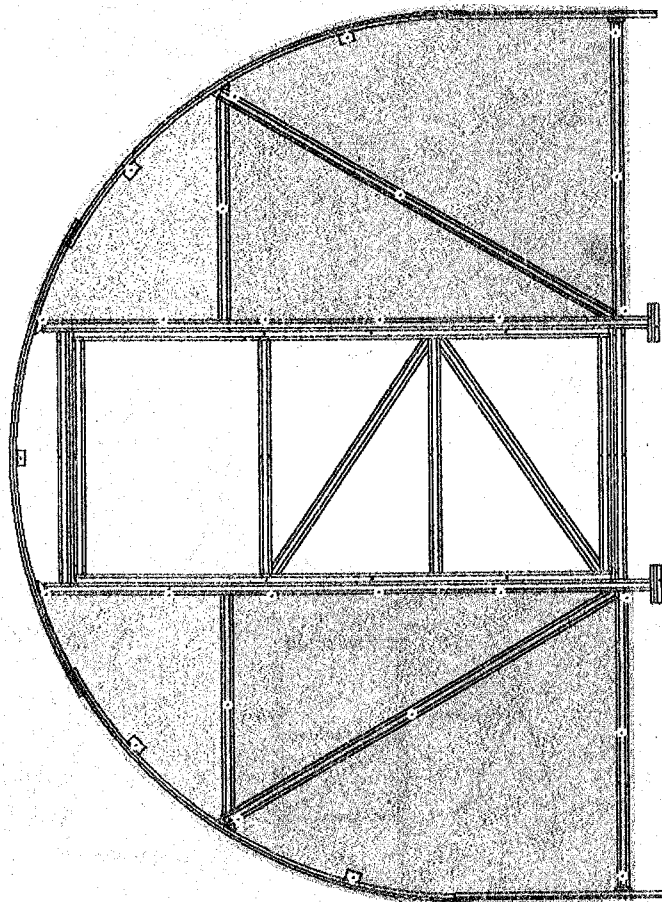

Рис. 10 Крепление боковых частей покрытия
- 3.7.8. Сверлом $M4$ просверлите отверстия в покрытии в отмеченных местах и присоедините боковую деталь к торцу на винты $M4 \times 14$ и $M4 \times 25$ с одинаковыми шайбами (см. рис. 10).